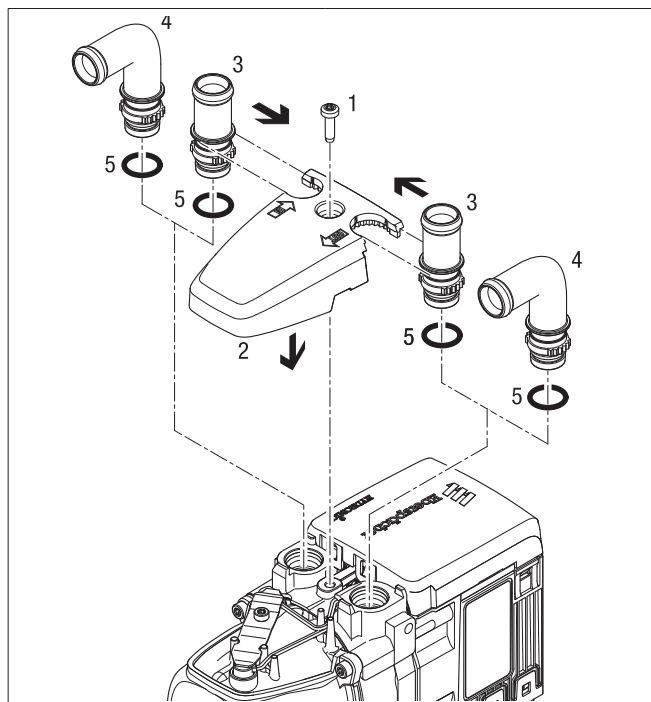

Bild 9
Abhängig von den Einbaubedingungen die geraden Wasserstutzen (3) bzw. die abgewinkelten Wasserstutzen (4) zusammen mit der Fühlerabdeckung montieren, siehe Bild 9.